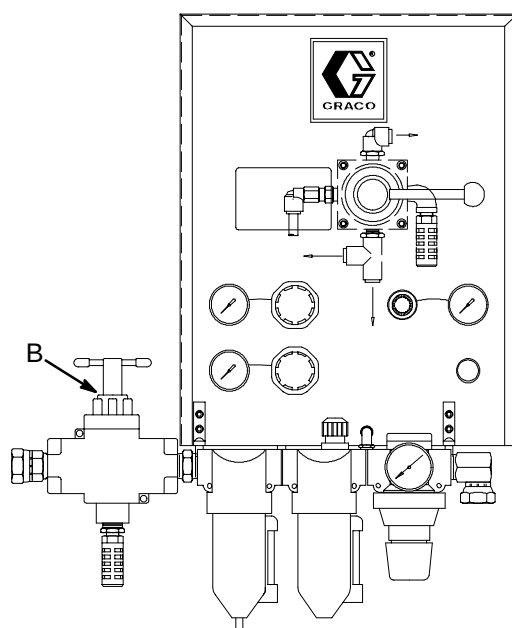

Fig. 9
- Vanne d'air principale d'isolement de type purgeur ((b) sur Fig. 9) pour un module de régulation d'air à 4 régulateurs